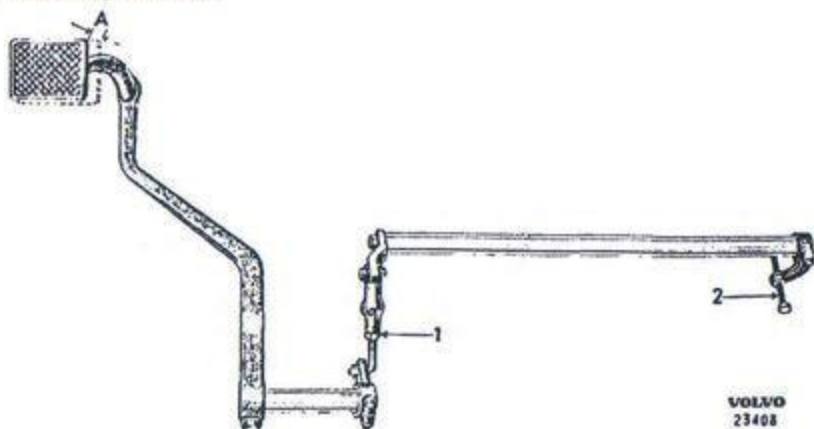

Bild 49. Kopplingspedalens frigång.
Kopplingspedalen skall ha en frigång på 25—30 mm ("A" bild 49). Frigången justeras dels med skruven (2) och dels med dragstången (1). Vid justeringen lossas låsmuffern, varefter ställskruven skruvas bakåt om frigången skall ökas och framåt om frigången skall minskas. Samtidigt skall längden på dragstången (1) ökas resp. minskas.